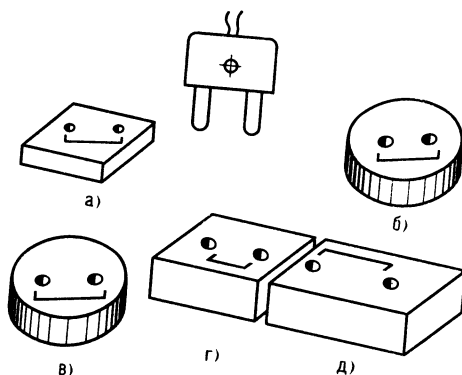

Рис. 28. К задаче 37
37. Определите, в какие отверстия войдет вилка. Линейкой и измерителем пользоваться нельзя (рис. 28, *a — д*).
37. Гнездо (см. рис. 28, г).